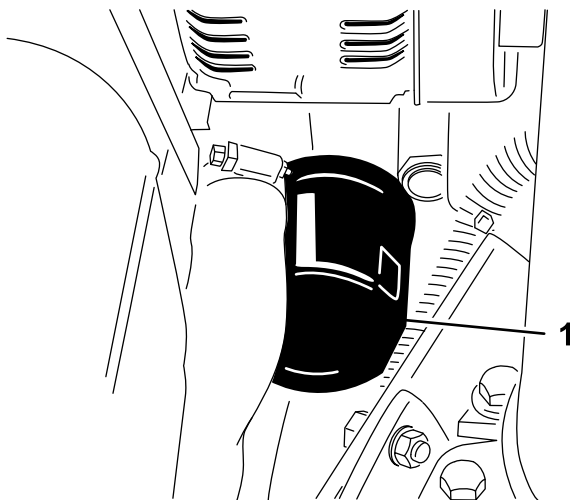

Bild 48
2. Entfernen Sie den Ölfilter (Bild 48). Ölen Sie die neue Dichtung am Ölfilter leicht mit frischem Öl ein, bevor Sie den Filter eindrehen. **Ziehen Sie nicht zu fest.**